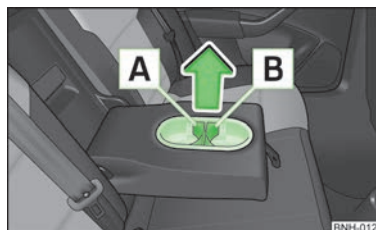

Fig. 44 Apoyabrazos trasero: Soporte de bebidas
- Con ayuda de los elementos extraíbles **A** y **B** » fig. 44 se puede cambiar el tamaño de cada uno de los orificios de alojamiento.